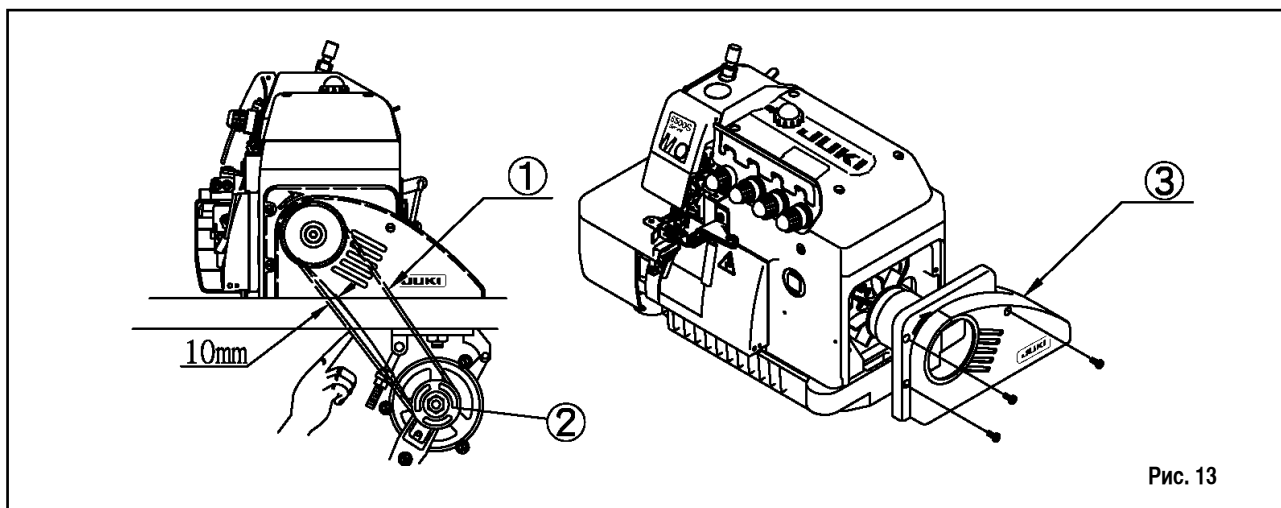

Рис. 13
5. Убедитесь, что двигатель вращается по часовой стрелке. Наилучшее натяжение приводного моторного ремня ① таково, что его можно продавить на 10 мм при нажатии пальцем. По поводу размеров шкива ② и скорости шитья смотрите таблицу 3 и рис. 13.